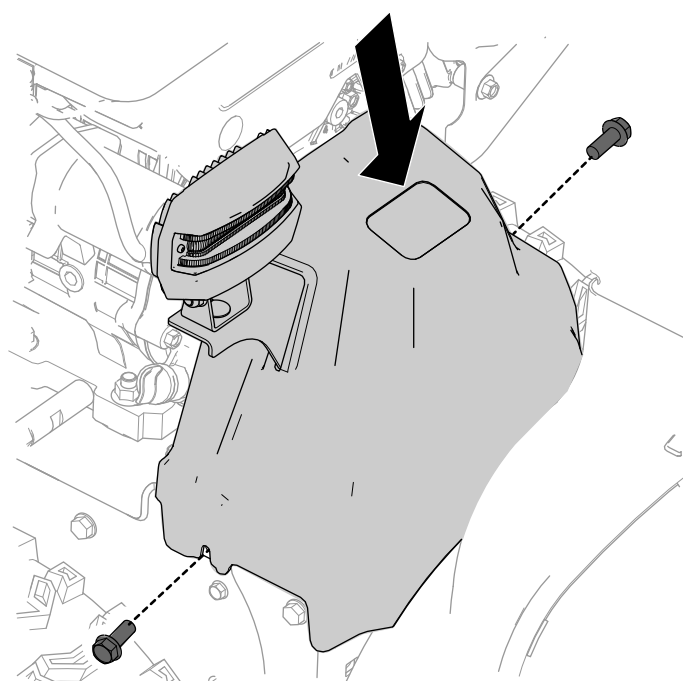

Figura 23
1. Instale a cobertura da correia na máquina e prenda-a com os dois parafusos (1/4 x 5/8 pol.) (Figura 23).